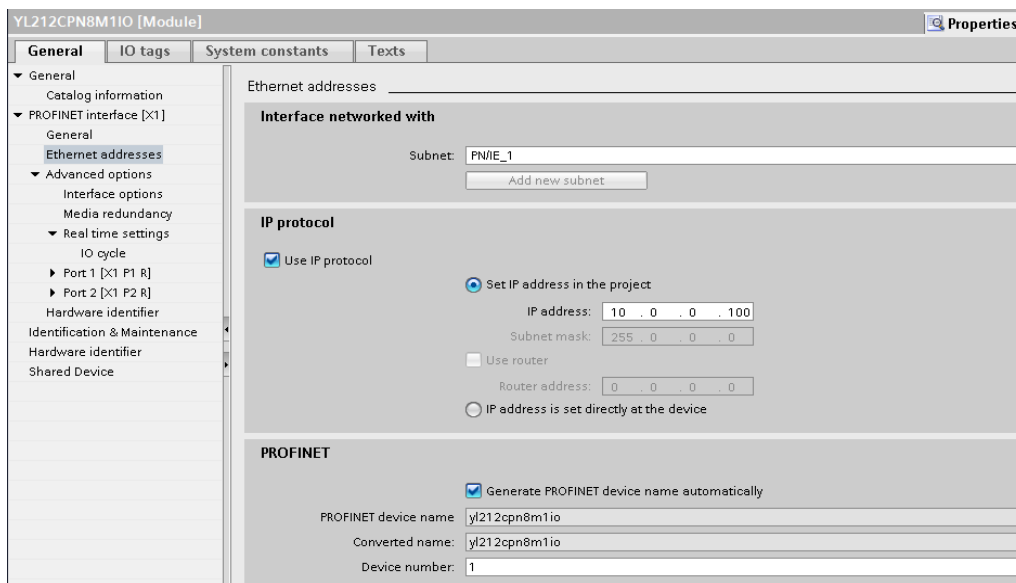

**Abbildung 3: IOLM-Eigenschaften**
5. Doppelklick auf den IOLM und Häkchen setzen bei der Option „Assign IP Address via IO controller“ wie in Abbildung 3 angezeigt.